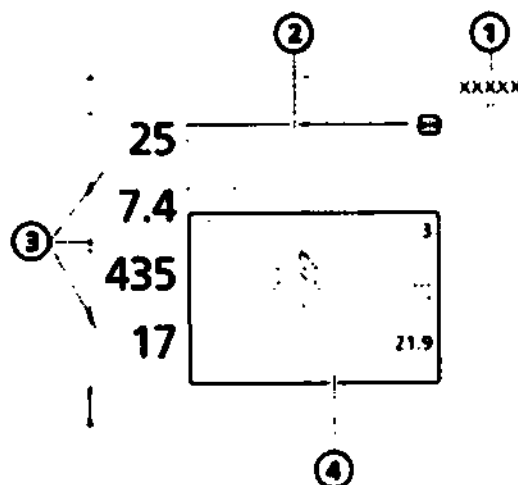

Рисунок 7-1. Главный экран
Во время вентиляции можно просматривать данные пациента на экране аппарата HAMILTON-MR1 (рис. 7-1). В зависимости от действующих в вашем учреждении норм, изображение на экране можно настроить для отображения различных кривых, петель или трендов либо графиков интеллектуальной панели. Работать с окном «Мониторинг» можно в любое время, не прерывая процесс вентиляции легких.
- Кривая давления/времени. Этот график отображается постоянно, и его нельзя настраивать. См. пункт 4 на рис. 7-1.